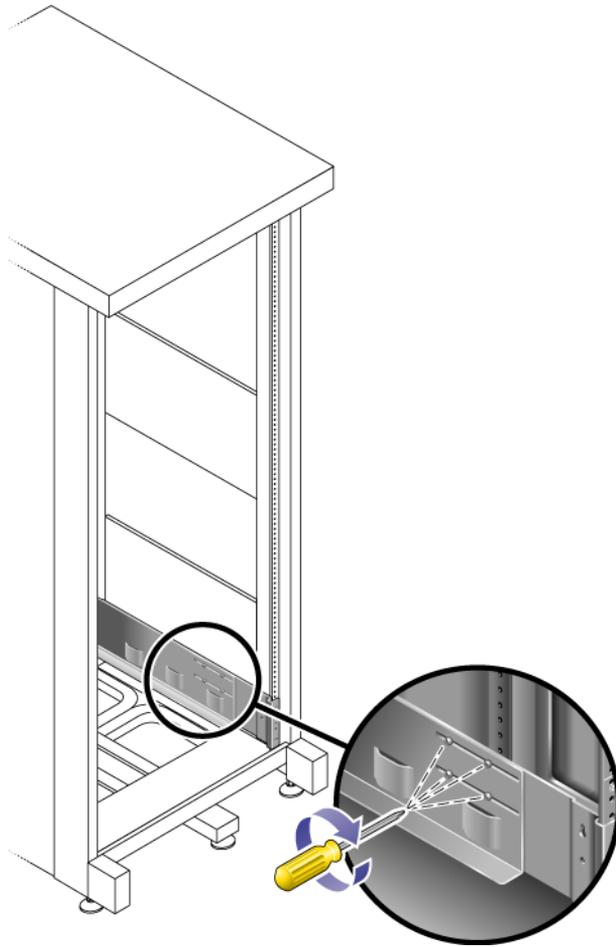

図 2-6 レール位置合わせ用ねじの固定
8. プラスのねじ回し (Phillips の 2 番) を使用して、各レールの背面側にある 8 本の位置合わせ用ねじ (左右 4 本ずつ) をしっかりと締めます (図 2-6)。